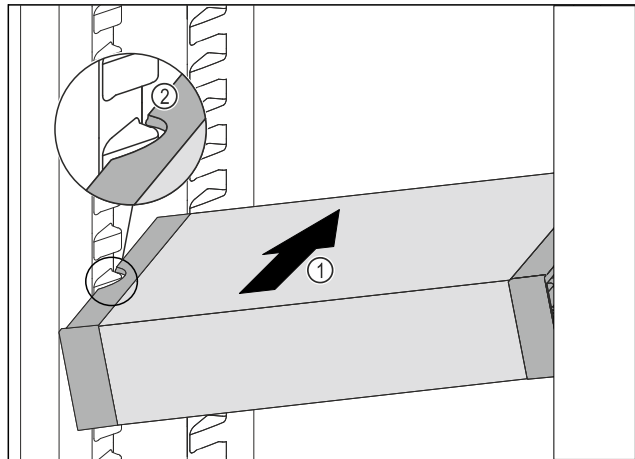

Fig. 112
- Insérer le VarioSafe en biais dans la partie réfrigérateur Fig. 112 (1) jusqu'à ce que les encoches latérales Fig. 112 (2) du VarioSafe se trouvent à la hauteur de la nervure du bac dans la partie réfrigérateur.